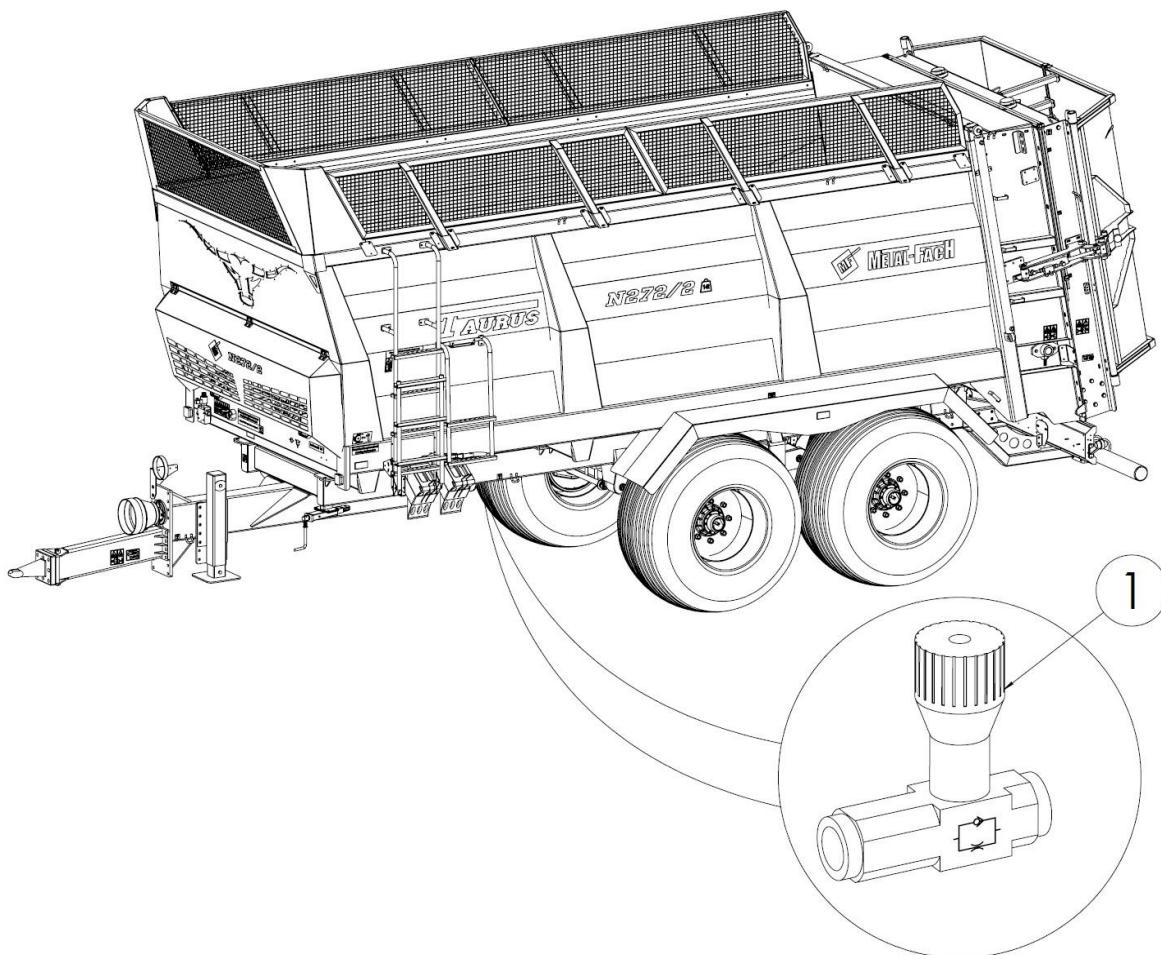

Рисунок 33. Регулятор открытия заслонки
В навозоразбрасывателе в гидравлической системе для открытия крышек адаптера используются дроссельные клапаны (1) (рисунок 33), существует возможность